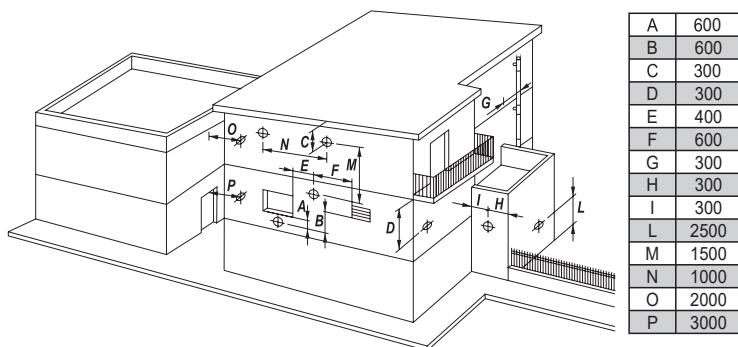

Рис. 12. Варианты расположения оголовка дымохода
**Внимание:** для котлов Vitatech D F40 используется комплект фланцев отдельного дымоудаления арт. 902619360 (рис. 12А)